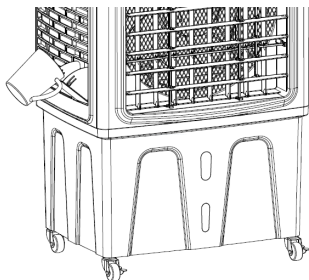
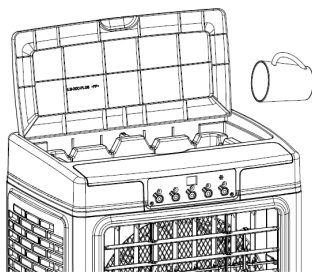

fig.1
fig.2
1. Remplissez le réservoir d'eau de manière à ce que le niveau d'eau se situe toujours entre les repères MIN et MAX. Le réservoir d'eau peut être rempli soit par la trappe supérieure (fig.2) soit par la trappe latérale (fig.1). Le réservoir d'eau peut être vidé à l'aide du robinet de vidange (fig.3).